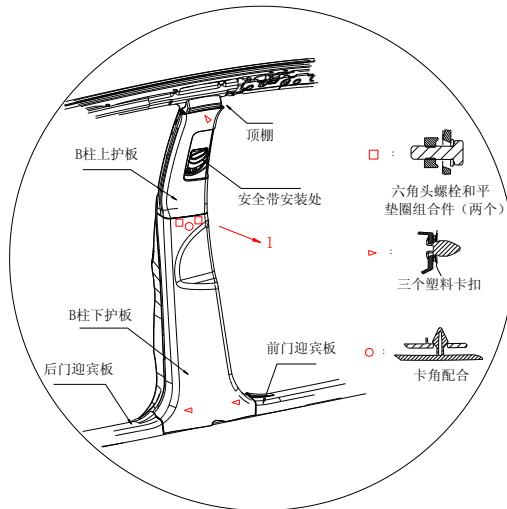

图7 B柱护板示意图
8.7.4 拆除B柱下护板沿钣金配合处用双手往外掰 (如图7方向1)，把塑料卡扣紧固点(2个)从钣金分离即可拿下B柱下护板。注意：另外还需要拆除B柱上护板与B柱下护板之间配合的1个欧米加卡子与2个锲行卡脚。